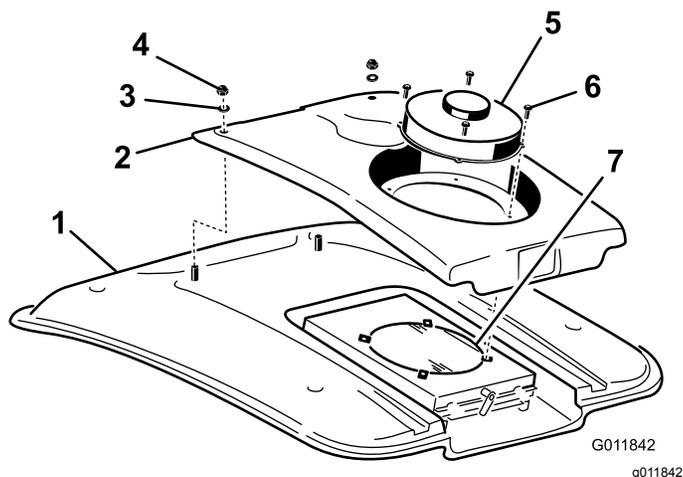

Рисунок 50
- Снимите 4 винта, которые крепят вентилятор и крышку конденсатора к опоре вентилятора (**Рисунок 50**).
- Снимите две гайки и шайбы, которые крепят переднюю сторону крышки конденсатора к крыше кабины (**Рисунок 50**).
- Тщательно очистите решетку конденсатора кондиционера сжатым воздухом (**Рисунок 50**).